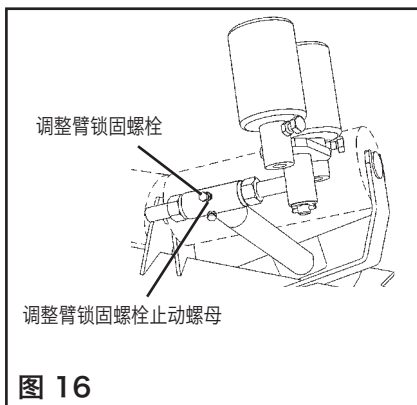

图 16
7. 将调整臂锁定到位（图 16）。设定调整路径后，松开调整臂锁定螺栓止动螺母并拧紧调整臂锁定螺栓。重新拧紧调整臂锁定螺栓止动螺母。在另一侧重复相同操作。